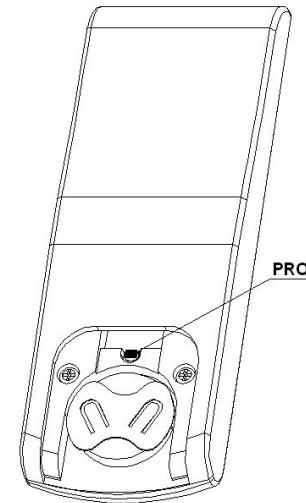

Fig.2
- Pulsar la tecla PROG del mando y no soltarla hasta que el motorreductor indique, con dos breves (Fig.2);